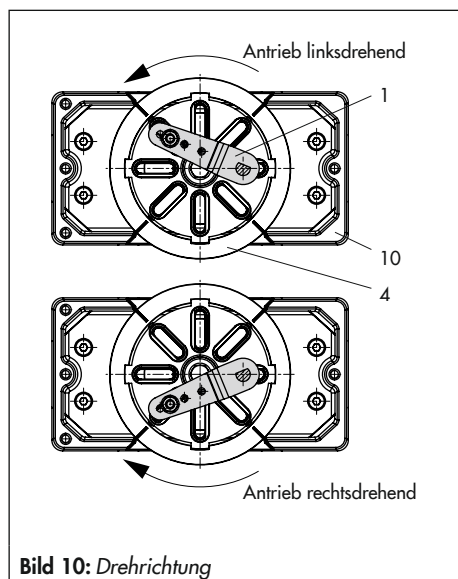

Bild 10: Drehrichtung
4. Kupplung (4) auf die geschlitzte Antriebswelle bzw. den Adapter (3) aufstecken und mit Schraube (4.1) und Tellerfeder (4.2) festschrauben.
5. Am Hebel M (1) des Stellsreglers den Standard-Abtaststift (2) herauserschrauben. Den Abtaststift ($\varnothing 5$) aus dem Anbausatz an Stiftposition 90° verschrauben.
6. Ggf. Manometerhalter (7) mit Manometern oder bei erforderlichen Anschlussgewinde $G \frac{1}{4}$ die Anschlussplatte (6) montieren, auf richtigen Sitz der beiden Dichtringe (6.1) achten. Bei doppelwirkenden federlosen Schwenkantrieben wird ein Umkehrverstärker für den Anbau am Antrieb benötigt, vgl. Kapitel 5.9.
8. Stellsregler auf das Gehäuse (10) setzen und festschrauben. Dabei den Hebel (1) so ausrichten, dass er unter Berücksichtigung der Drehrichtung des Antriebs mit seinem Abtaststift in den entsprechenden Schlitz eingreift (Bild 10).